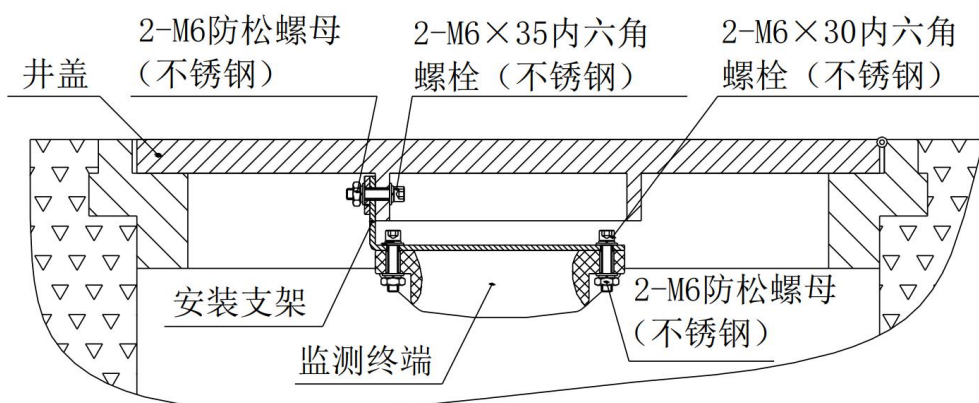

图5 雨水球墨铸铁材料井盖安装示意图（安装附件 CS-iTWM-A01）
- 5) 依次将 2-M6x35 内六角螺栓按如图 5 所示顺序穿过井盖、安装支架相应孔，在各螺栓螺母预拧紧位置点上螺纹胶，预拧紧 2-M6 防松螺母，再用内六角扳手及套筒扳手拧紧相应的螺栓螺母，将安装支架与井盖固定；